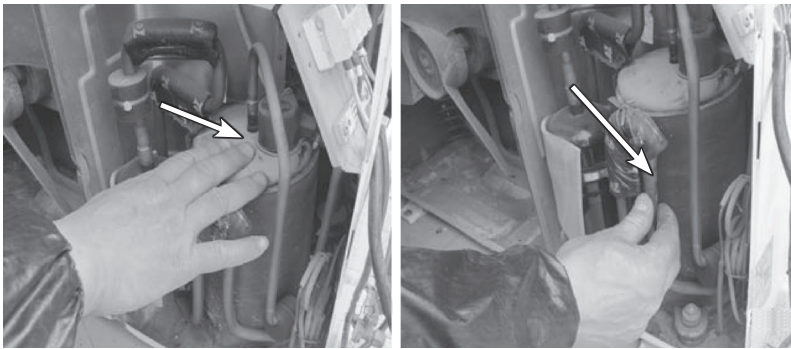

图 5-17 手摸压缩机及回气管
2) 压缩机气液分离器有很大的气流声,手摸压缩机烫手,回气管也发热,如图 5-17 所示。